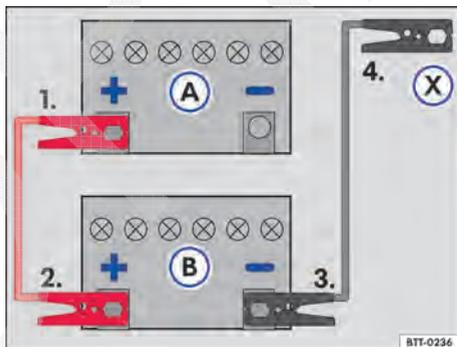

Fig. 147 Esquema para a conexão dos cabos auxiliares de partida: bateria do veículo descarregada (A) e bateria do veículo fornecedora de corrente (B).
Legenda para → Fig. 147:
- Conectar uma extremidade do cabo auxiliar de partida *vermelho* ao polo positivo → Fig. 147 ④ do veículo com a bateria do veículo descarregada ⑤ → ⚠.
- Conectar a outra extremidade do cabo auxiliar de partida *vermelho* ao polo positivo ④ da bateria do veículo fornecedora de corrente ⑥.
- Conectar uma extremidade do cabo auxiliar de partida *preto* ao polo negativo ⑦ da bateria do veículo fornecedora de corrente ⑥.
- Conectar a outra extremidade do cabo auxiliar de partida *preto* ⑧ no veículo com a bateria do veículo descarregada em uma peça maciça de metal aparafusada firmemente ao bloco do motor ou no próprio bloco do motor - porém não nas proximidades da bateria ⑤ → ⚠.